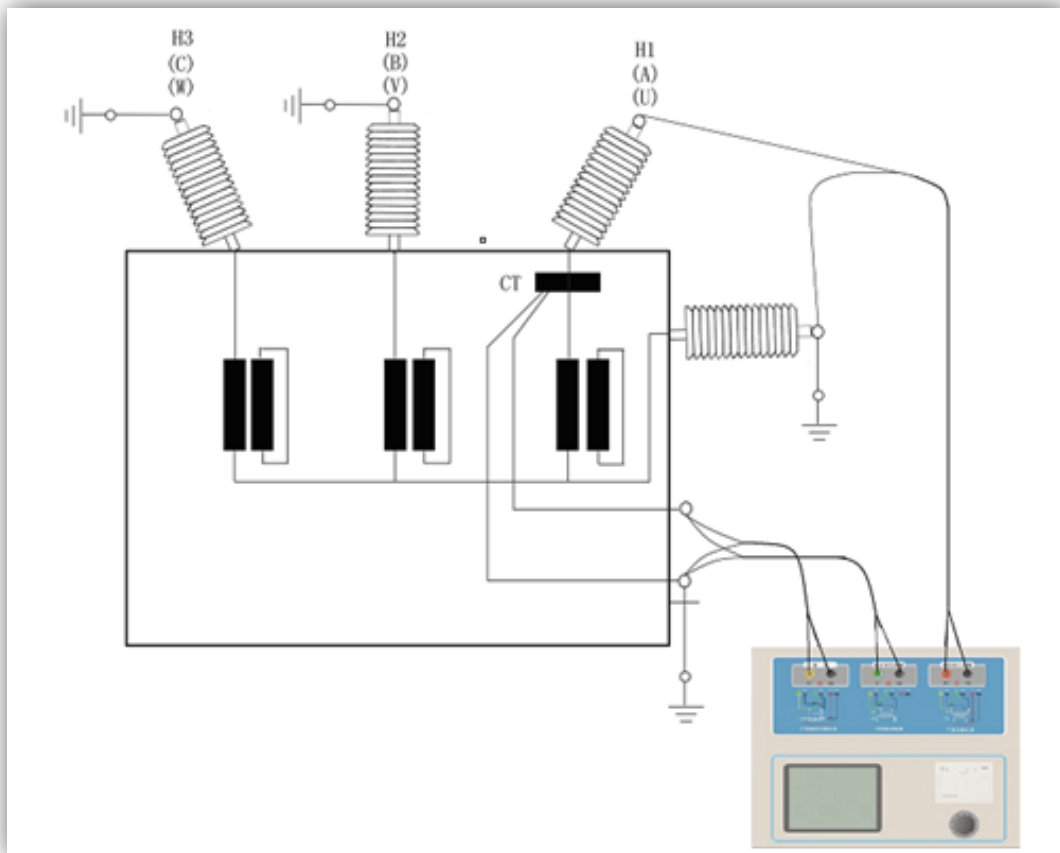

图 C-3 测试仪对变压器上套管 CT 进行测试时的接线方式
2. 测试仪进行变压器套管 CT 测试时的接线方式如图 C-3 所示。